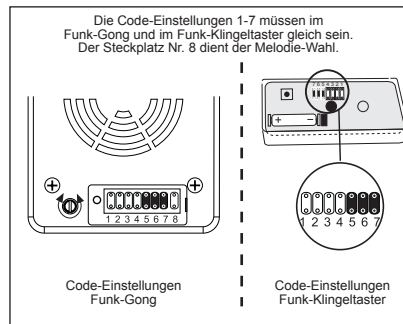

Abb. 8
8. Ziehen Sie den Funk-Gong aus der Steckdose. Öffnen Sie mittels eines kleinen Kreuzschlitz-Schraubendrehers die Zugangsklappe des Funk-Gongs. Sie können mit den Steckplätzen 1-7 128 unterschiedliche Codes generieren, indem Sie an beliebiger Stelle eine Überbrückung aufstecken oder wegnehmen (Abb. 8). Schließen Sie die Zugangsklappe wieder.
Öffnen Sie den Funk-Klingeltaster wie in den Abbildungen 1 bis 3 beschrieben. Lösen Sie die Haube des Kunststoff-Blisters der Sendeeinheit wie in Abbildung 5 gezeigt. Ändern Sie nun die Code-Einstellung auf gleiche Weise wie beim Funk-Gong (Abb. 8). Es wird empfohlen, nur einen Steckplatz zur Zeit umzustellen und danach das System auf störungsfreie Funktion zu prüfen.